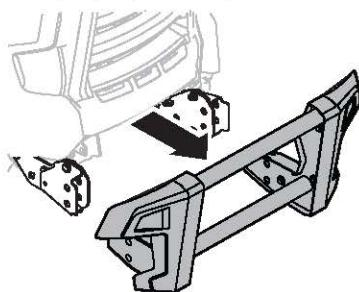

Figure 58
2. Retirez le grillage de protection (Figure 58).